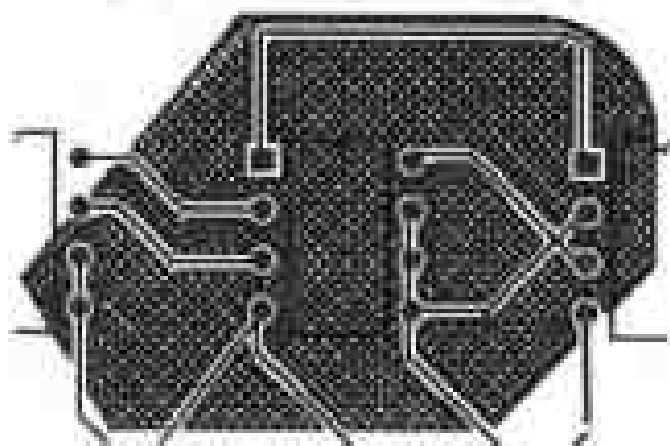

图 5-117 放置敷铜
3) 单击鼠标右键, 完成敷铜的放置, 如图 5-117 所示。